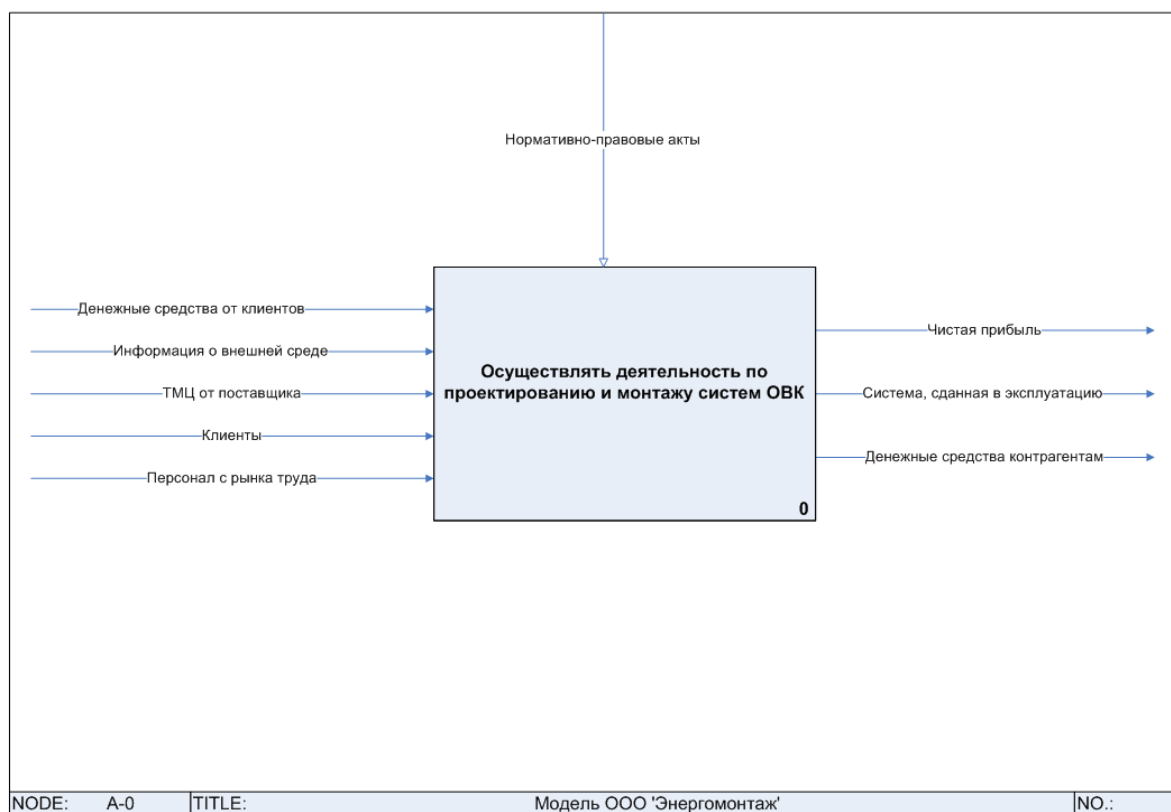

Рисунок 20 – Контекстная диаграмма модели бизнес-процессов ООО «Энергомонтаж» в нотации IDEF0
2. Добавьте на диаграмму с помощью кнопки *Процесс*  панели элементов блоки следующих процессов (см. рисунок 20):